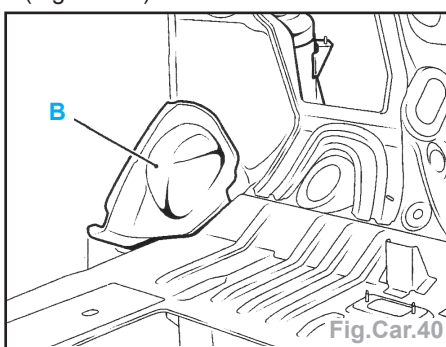

Fig.Car.40
- Pour exemple la partie arrière de passage de roue (B) peut rester en position (Fig.Car.40).